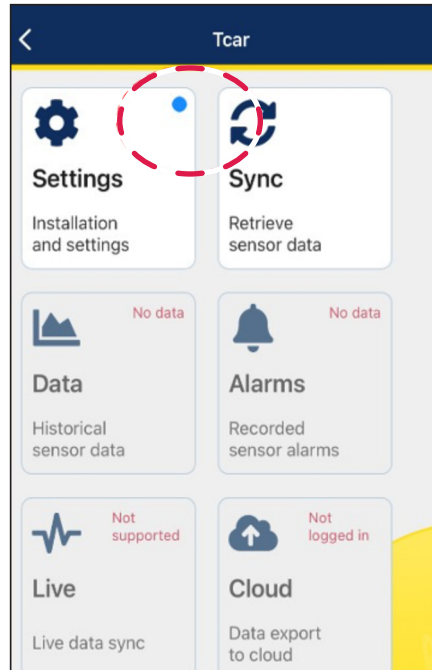

Abbildung 56
1. Wählen Sie **Einstellungen** aus (Abbildung 56).